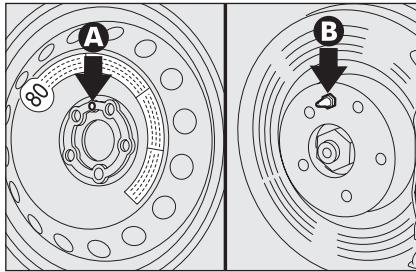

fig. 10
- monte la rueda de repuesto (más pequeña que una rueda normal) haciendo coincidir uno de los orificios **A-fig. 10** con el espárrago de centrado **B**;
- monte la rueda de uso normal poniendo cuidado de que el espárrago **B**-fig. 10 coincida con uno de los orificios **A**;